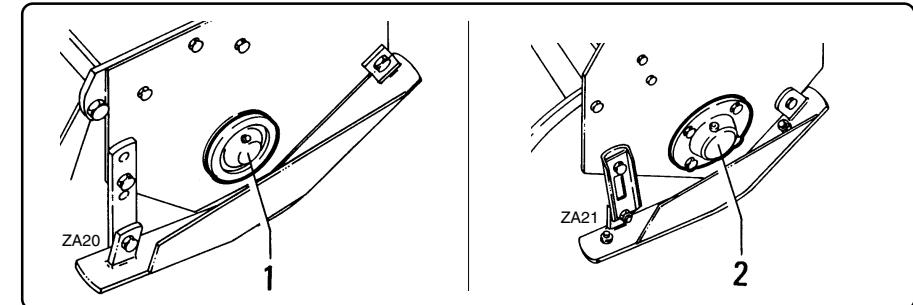

fig. 7.4.1
- Graissez le palier de droite "1" fig. 7.4.1 du rotor ou bien vérifiez la présence d'huile dans le palier de droite "2" fig. 7.4.1 (dans les versions avec palier à bain d'huile).
- Das rechte Lagergehäuse "1" Abb. 7.4.1 des Rotors fetten oder prüfen, ob Öl im rechten Lagergehäuse "2" Abb. 7.4.1 (in den Ausführungen mit Lagergehäuse im Ölbath) vorhanden ist.